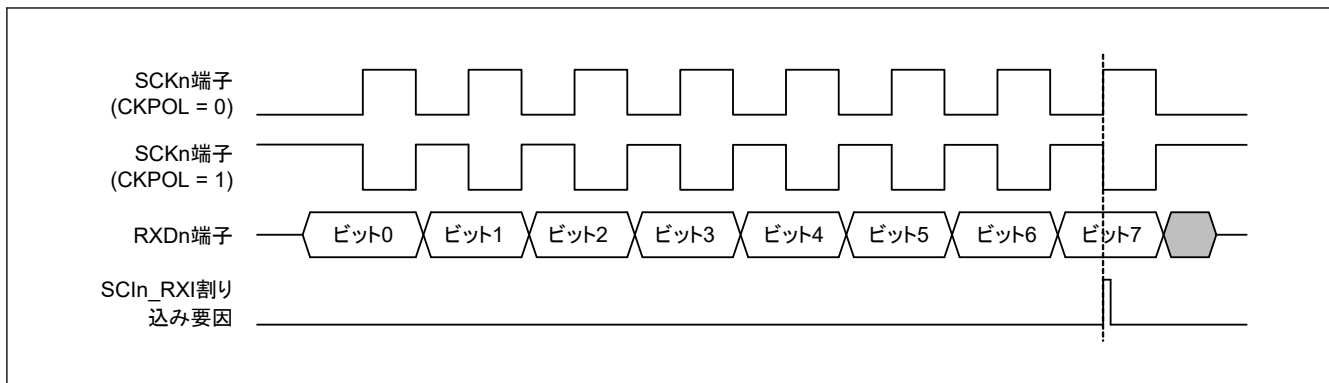

図 29.124 簡易 SPI モードにおける SCIIn_RXI 割り込みの発生タイミング (クロック遅れあり)
- クロック遅れあり (SPMR.CKPH ビット = 1) では、図 29.124 に示すように、SCK_n 端子の最終クロックエッジ手前のクロックエッジで受信データフル割り込み (SCI_{In}_RXI) が発生します。SCR レジスタの TE ビットと RE ビットを SCK_n 端子の最終クロックエッジより前に 0 にすると、SCK_n 端子出力がハイインピーダンスとなり、送受信クロックの最後のクロックパルス幅が短くなります。また、SCI_{In}_RXI 割り込みの発生によって、SCK_n 端子の最終クロックエッジより前に接続先スレーブの SS_n 端子入力信号が High になった場合、スレーブが誤動作する可能性があります。